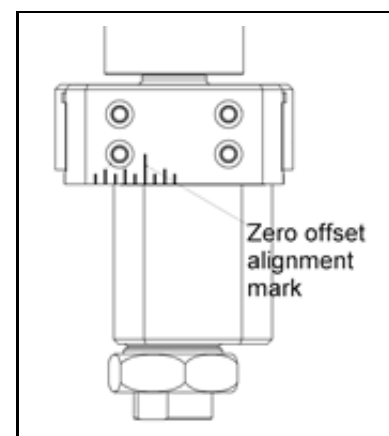

FIGURA 3-4. MARCA DE ALINEACIÓN DE DESFASE CERO
1. Coloque el conjunto del cabezal de desfase en cero alineando la marca grande de la placa lateral con el borde del lado de desfase (véase la Figura 3-4).